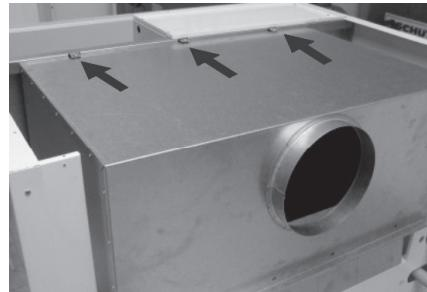

Рис.6
2. После снятия верхнего покрытия демонтировать прерыватель тяги. Прерыватель тяги закреплен 3 саморезущими винтами к внутренней стороне котла (рис. 6).